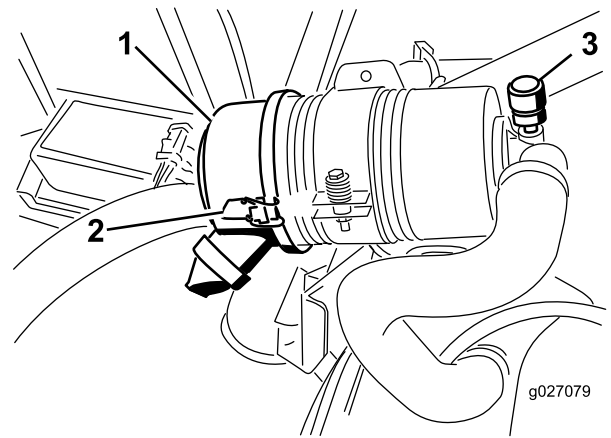

Figure 52
Faites l'entretien du filtre à air uniquement quand l'indicateur de colmatage indique que cela est nécessaire (Figure 52). Ne remplacez pas le filtre à air plus fréquemment que nécessaire ; cela ne fait qu'accroître le risque de contamination du moteur par des impuretés quand le filtre est déposé.
2. Desserrez les attaches qui fixent le couvercle sur le boîtier du filtre à air (Figure 52).